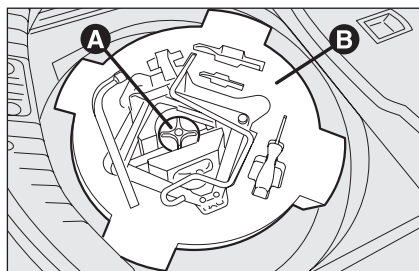

fig. 5
- ☐ per versioni dotate di ruotino di scorta occorre invece svitare il dispositivo di bloccaggio **A-fig. 5**, prelevare il contenitore attrezzi **B**, portarlo vicino alla ruota da sostituire e successivamente prelevare il ruotino di scorta;